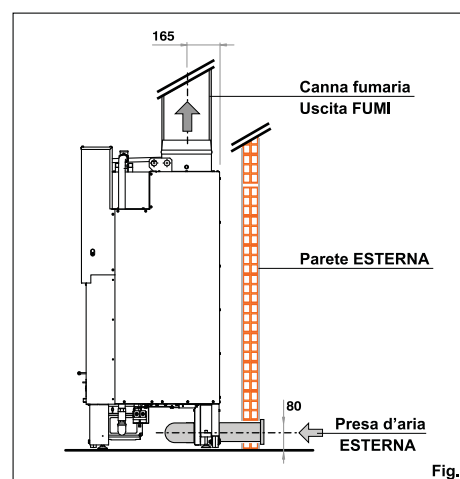

Fig.5
- Appoggiare il termocaminetto a pavimento in posizione vantaggiosa per il collegamento della presa d'aria e soprattutto della canna fumaria (**fig.5**).